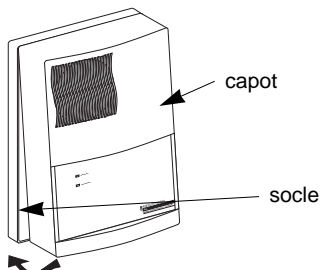

fig. 2
- découpez le capot du socle (figure 2)